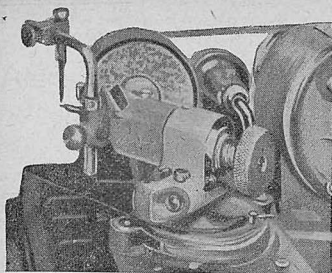

Рис. 3. Проверка зазора шарошки при помощи специального калибра
3. Установить кронштейн для заточки шарошки в патроне, как указано на рис. 3, и отрегулировать поддерживающий пружинный палец так, чтобы он соприкасался с выемкой шарошки у ее большего диаметра. Пружинный палец должен находиться между выемкой шарошки и лобовой поверхностью круга.